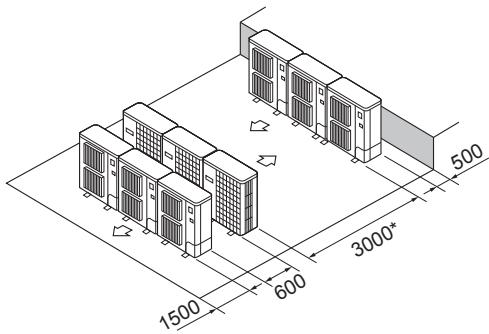

Fig. 2-14
- ⑥ Plassering av flere parallellenheter (Fig. 2-14)